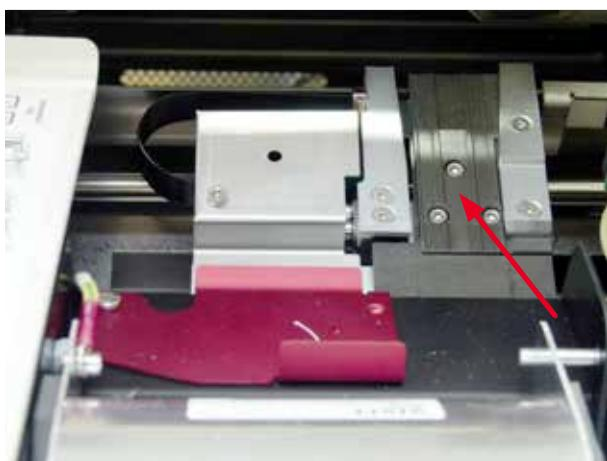

図 50
- 搬送ステーション（→ "図 50"）
- 装置のクリーニング終了後と、装置の使用前はフラップを閉じます (→ "図 50")。